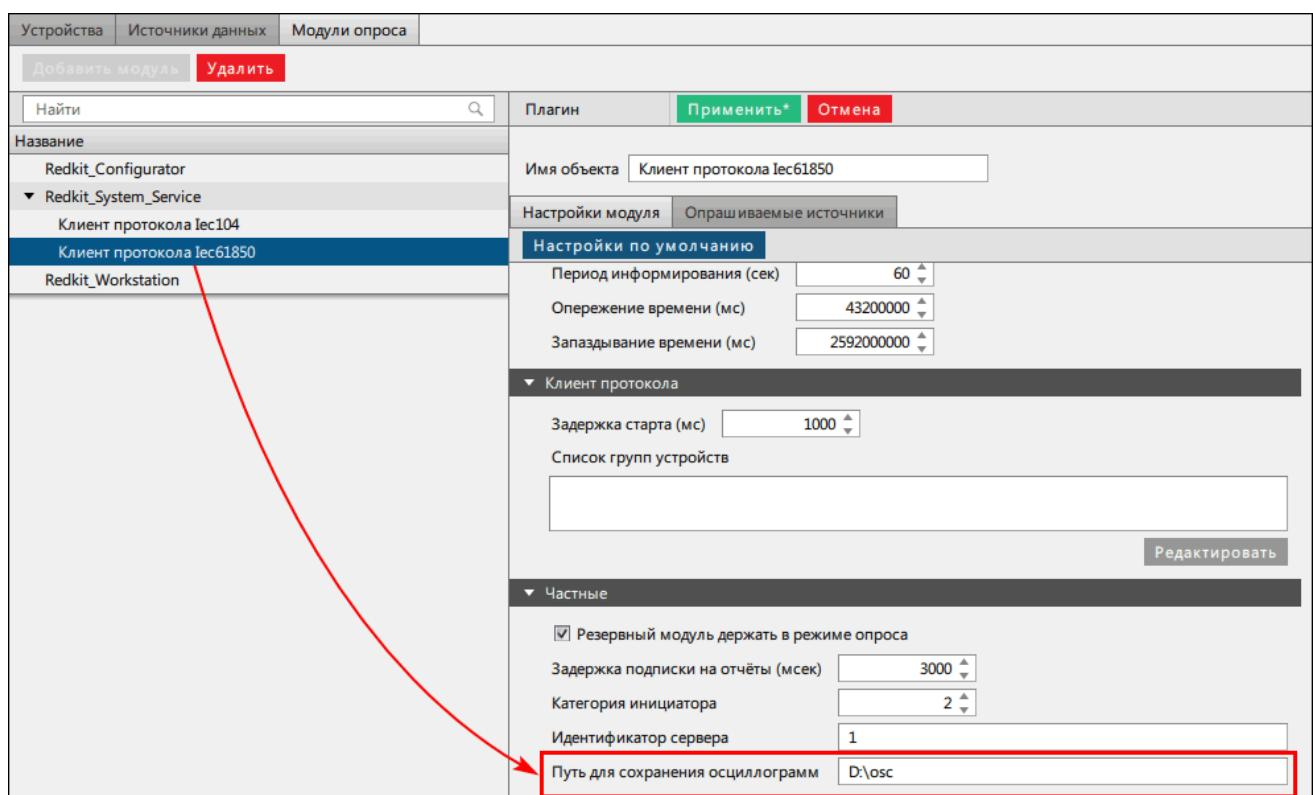

Рисунок 415 - Путь до директории хранения осциллографов
3. Во вкладке **Модули опроса** в сервисных узлах (*Redkit\_System\_Service* - для односерверной конфигурации, *Redkit\_Master* и *Redkit\_Slave* - для конфигурации с резервированием) нажмите на модуль **Клиент протокола Iec61850** и во вкладке **Настройки модуля** задайте путь до директории хранения осциллографов (Рисунок 415).